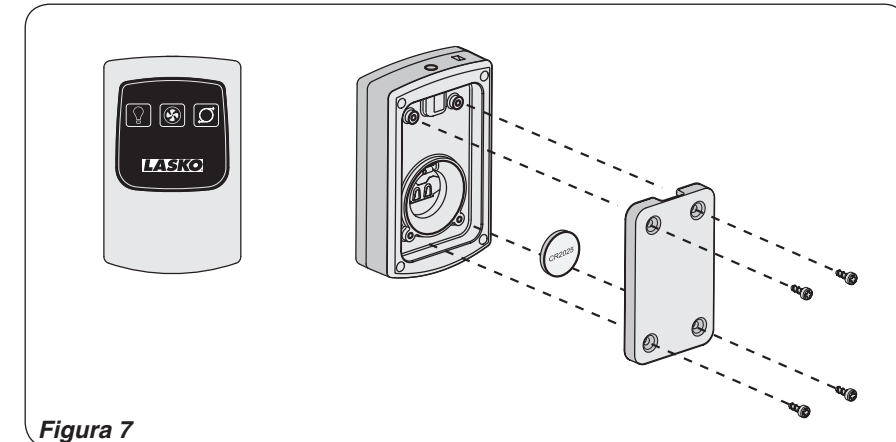

Figura 7
Control Remoto (Figura 7)
1. Instale la batería CR2025 provista y luego ajuste los tornillos de (4) M3 X 8 mm también provistos. (Figura 7)